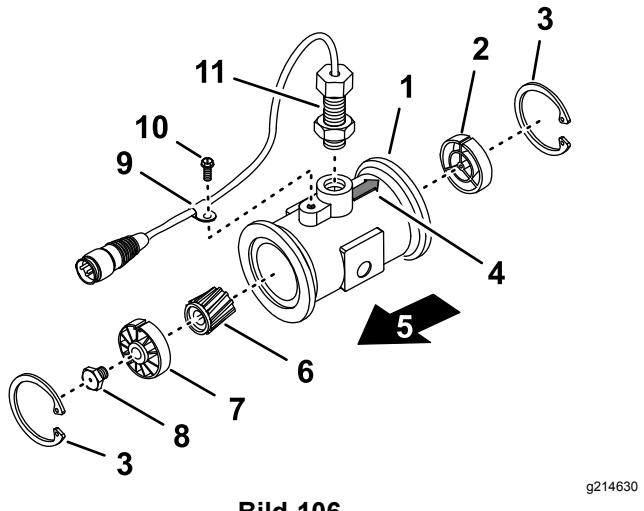

Bild 106
3. Entfernen Sie den Halterung an der vorgeschalteten Seite (Bild 106).